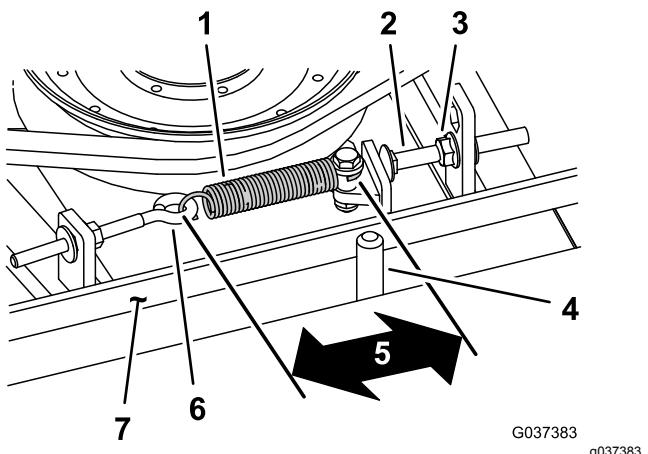

Рисунок 75
При правильном натяжении внутренняя длина пружины растяжения (между зацепами) должна быть приблизительно 8,3–9,5 см. После того, как будет достигнуто правильное натяжение пружины растяжения, отрегулируйте упорный болт (каретный болт) так, чтобы между головкой болта и рычагом натяжного ролика оставался зазор 2–5 мм. (Рисунок 75).
Примечание: Убедитесь, что ремень расположен на направляющей ремня со стороны пружины (Рисунок 75).
2. Ослабьте рым-болт, чтобы можно было снять пружину растяжения (Рисунок 75).
3. Ослабьте фланцевую гайку, которая крепит упорный болт к монтажному выступу, и отодвните натяжной ролик от ремня, чтобы ослабить натяжение ремня (Рисунок 75).
9. Подсоедините пружину растяжения (Рисунок 75) к рым-болту и натяните ремень следующим образом: